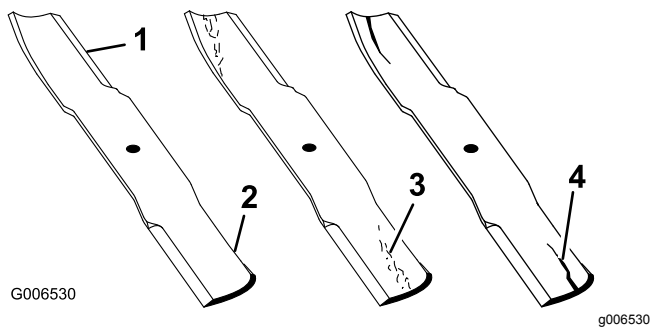

Figura 31
2. Examine cuidadosamente los extremos de corte de la cuchilla, sobre todo en el punto de reunión entre la parte plana y la parte curva de la cuchilla (Figura 31). Puesto que la arena y los materiales abrasivos pueden desgastar el metal que conecta las partes curva y plana de la cuchilla, compruebe la cuchilla antes de utilizar la máquina. Si se aprecia desgaste (Figura 31), cambie la cuchilla; consulte Cómo retirar e instalar la\(s\) cuchilla\(s\) (página 24).
Si se permite que la cuchilla se desgaste, se formará una hendidura entre la vela y la parte plana de la cuchilla (Figura 31). Con el tiempo, una parte de la cuchilla podría desprenderse y salir lanzada desde debajo de la carcasa, posiblemente causando lesiones graves a usted o a otra persona.